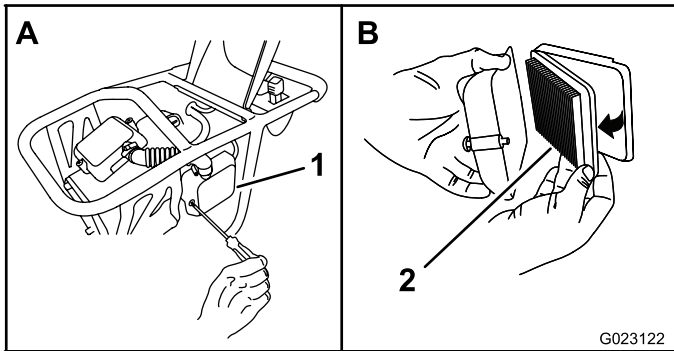

Figura 17
1. Retire los tornillos que sujetan la tapa a la carcasa del filtro de aire (Figura 17)
2. Retire el filtro de aire de la carcasa, según se muestra en Figura 17.